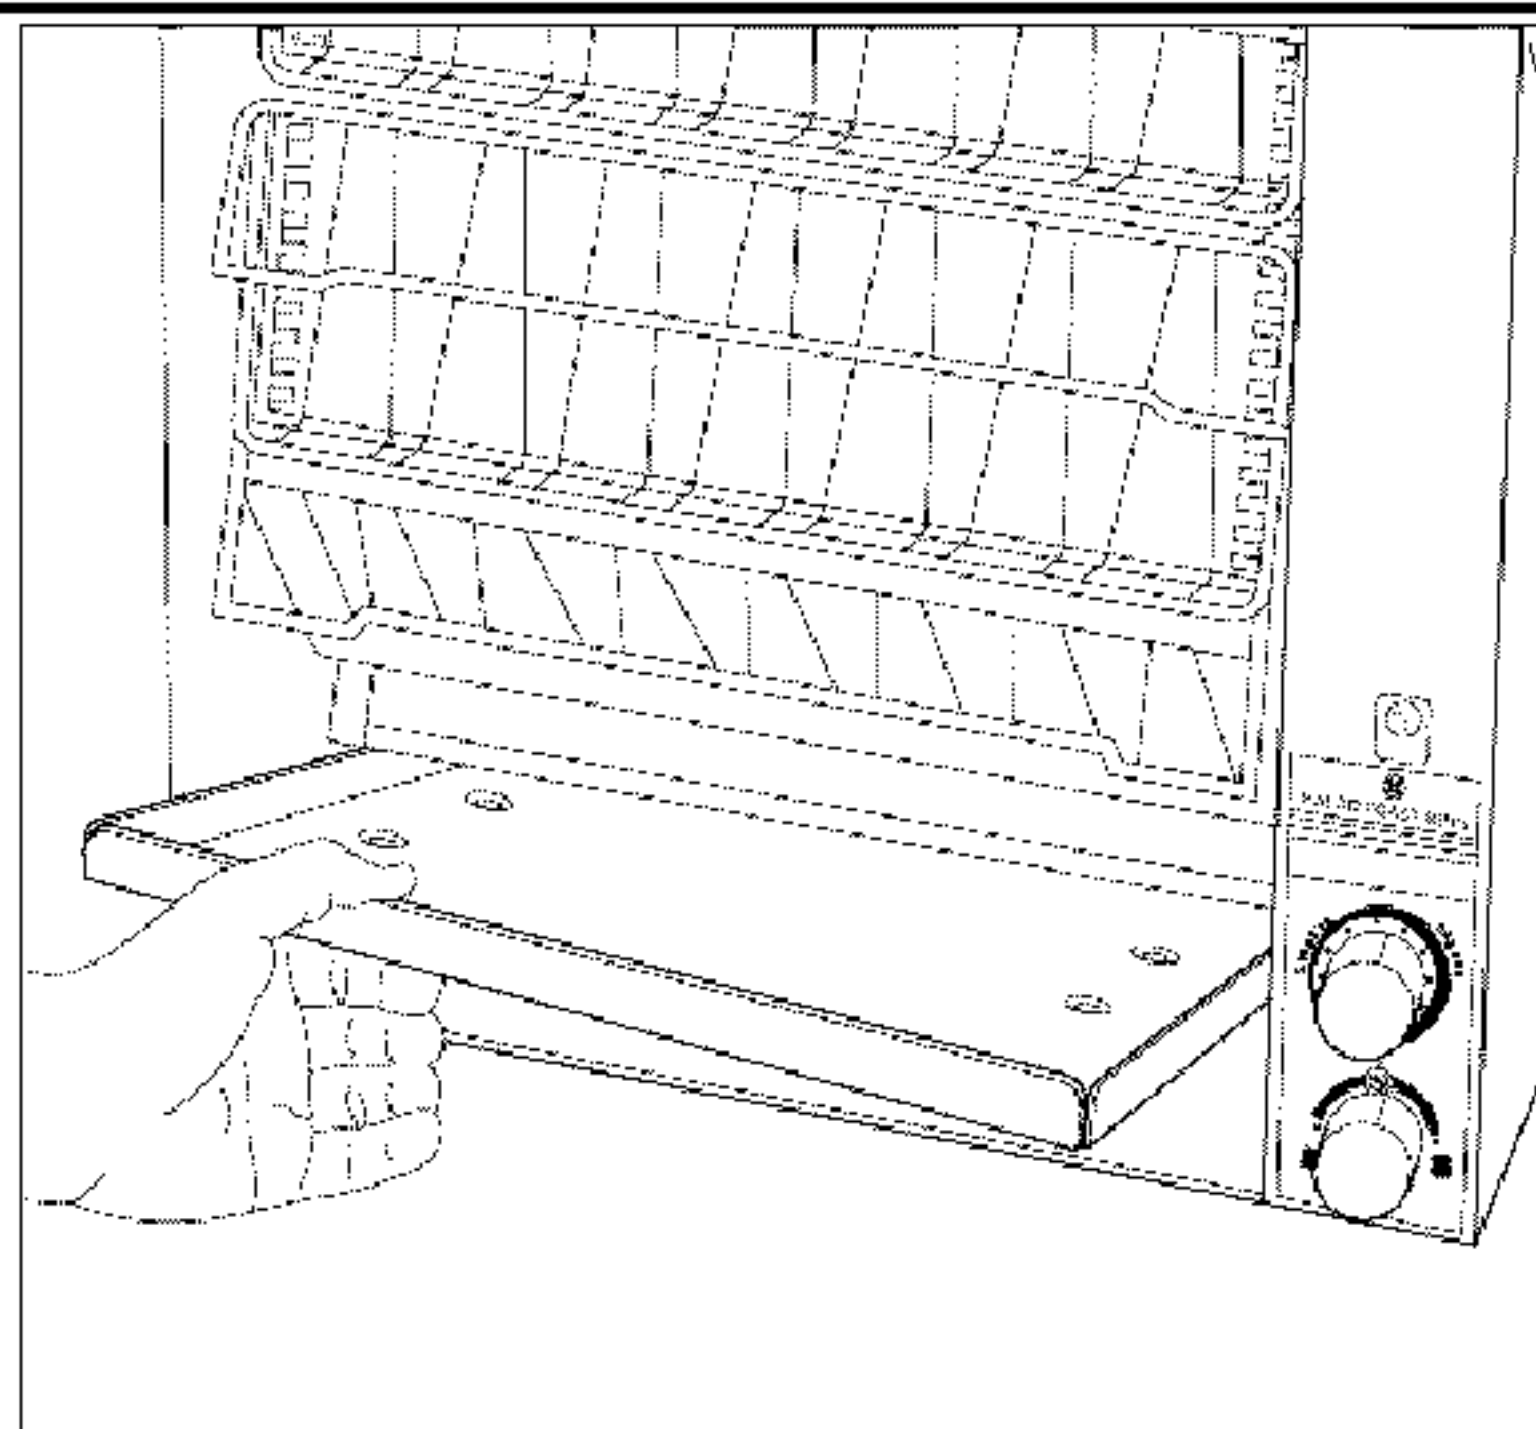

Рисунок 6. Установить поддон для сбора готовой продукции
4. Установить поддон для сбора готовой продукции на устройство. См. Рис.6.